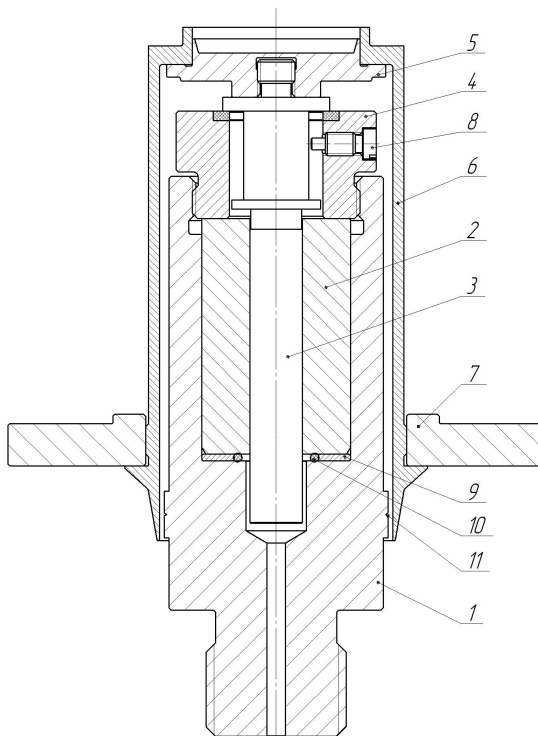

Рисунок 8. Устройство ИПС диапазона 1...160:
ИПС состоит из корпуса 1 (Рис. 6-8), цилиндра 2, поршня 3 с грузоприёмным устройством 5, гайки 4. На грузоприёмное устройство устанавливается колокол 6 (Рис. 8) с тарелкой колокола 7 или переходная тарелка. Ограничитель 8 служит для ограничения хода поршня 3 в ИПС. Для определения равновесного состояния поршня на корпусе ИПС 1 имеется специальная риска 11.
6.3.3.1 Поставьте ИПС в вертикальное положение, так что бы грузоприемное устройство 5 (Рис. 8) было сверху, во избежание выпадения поршня 3 или цилиндра 2 из корпуса ИПС 1 при разборке.
6.8.3.1 На грузоприемное устройство 5 (Рис. 8) установите ПКВ (уровень).